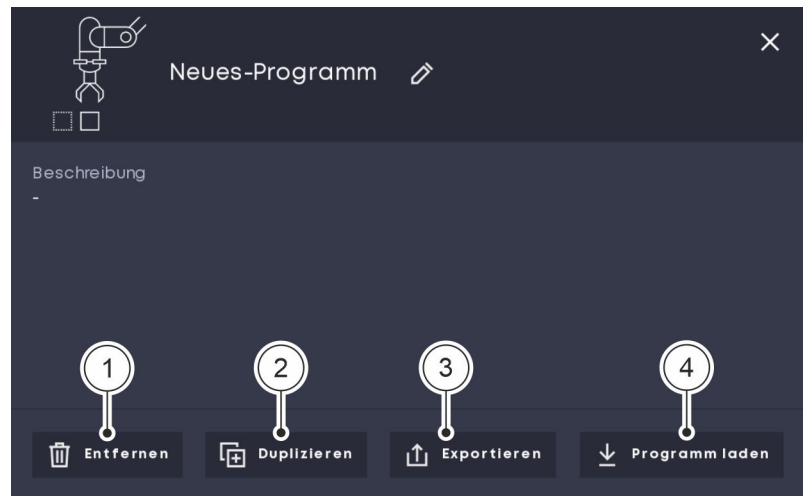

Abb. 5 Programme verwalten
- ▶ Das Menü in Abb. 5 öffnet sich.
- „Entfernen“ Abb. 5/①
- „Duplizieren“ Abb. 5/②
- „Exportieren“ Abb. 5/③
- „Programm laden“ Abb. 5/④